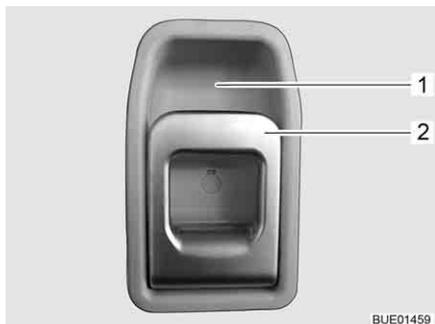

Fig. 45 Fechadura da porta de entrada, lado de dentro
- Abrir:* ■ Puxe o manípulo (Fig. 45,2). A fechadura da porta fica destrancada.
- Trancar:* ■ Empurre o manípulo (Fig. 45,2) em cima no sentido do invólucro do manípulo (Fig. 45,1).